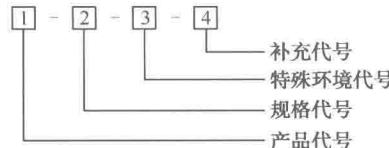

图 1-1 电机的产品型号
**师傅** 按照《电机产品型号编制方法》的规定，电机的产品型号由产品代号、规格代号、特殊环境代号及补充代号 4 部分组成，并按如图 1-1 所示的顺序排列。